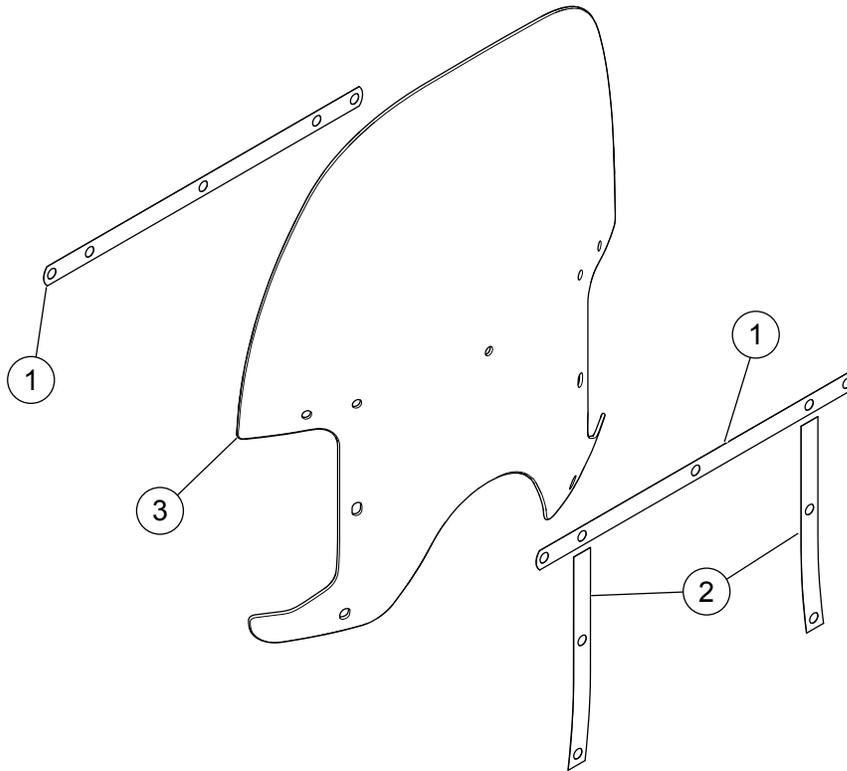

Figura 2. Peças de reposição: Kit de substituição da ventilação do para-brisa
Veja Figura 2 e Tabela 2.
1. Veja Figura 2. Remova o para-brisa (3).